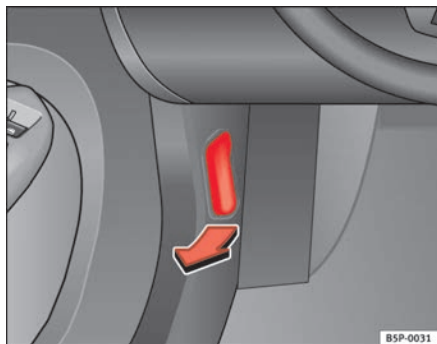

Fig. 141 Detalle de la zona reposapiés del lado del conductor: palanca para el desbloqueo del capó del motor.
- Tire de la palanca que se encuentra bajo el tablero de instrumentos ⇒ **fig. 141** en el sentido que indica la flecha. El capó queda desbloqueado por la acción resorte del muelle ⇒ **!**.